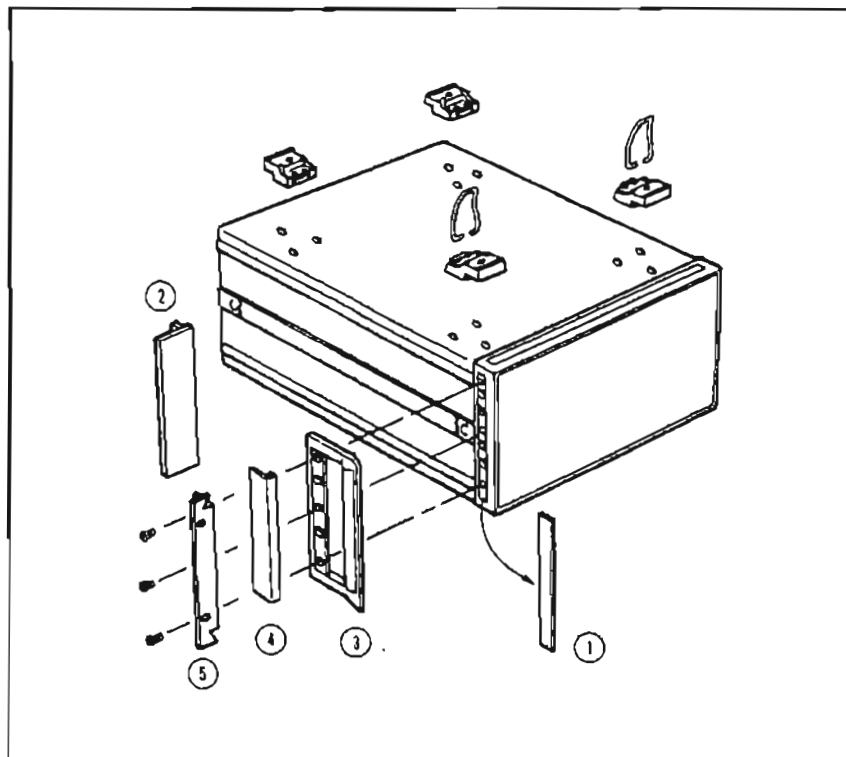

図 3-1. ラック・マウント・キットの取り付け
本器は、測定システムの一部としてラックに納めることができます。図 3-1 はラック・マウントの取り付け方を示しています。
1. フロントパネルの左右のトリム・ストリップ①を取り外します。(Refer to 図 3-1.)
2. 付属のネジを用いて、フロントハンドル②を左右に取り付けます。
3. ハンドルに付属のトリム・ストリップ④を取り付けます。
2. 付属のネジを用いて、ラック・マウント・フランジ②を左右に取り付けます。
2. 付属のネジを用いて、フロント・ハンドル③とラック・マウント・フランジ⑤を左右に取り付けます。